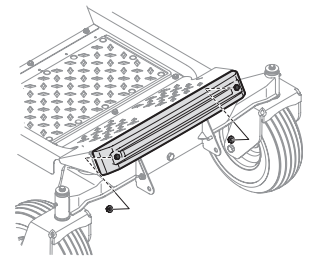

Figura 36
- Ubique la barra de peso sobre el estribo y sujétela en su lugar con dos tuercas con brida de 3/8" (712-04065) del mismo paquete de herrajes. Consulte la Figura 36.